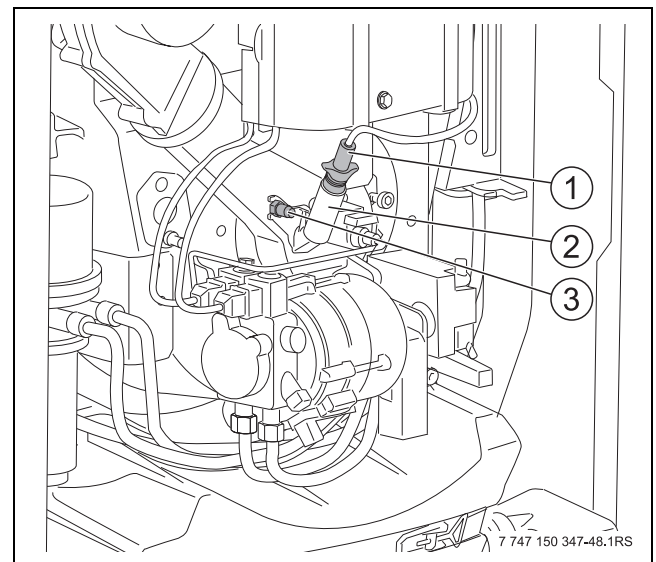

Bild 73 Flammenfühler demontieren
► Messnippel für statischen Gebläsedruck (→ Bild 73, [3], Seite 51) abschrauben.